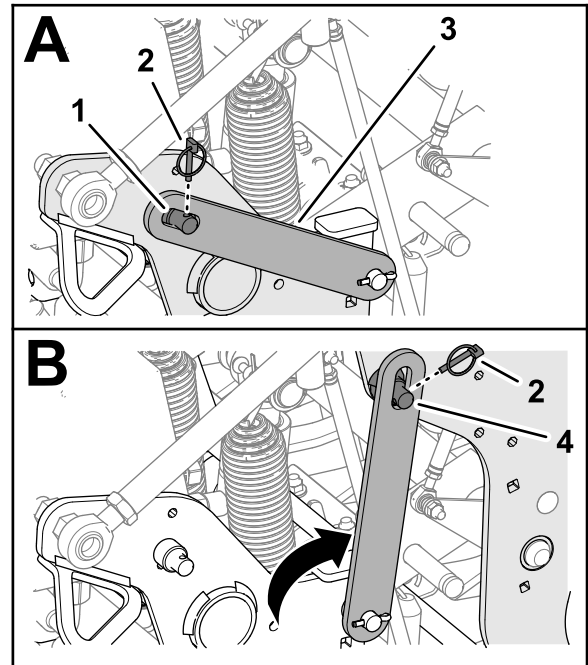

Figura 102
4. Retire o pino de segurança que prende o trinco de segurança à placa lateral (**Figura 102**).